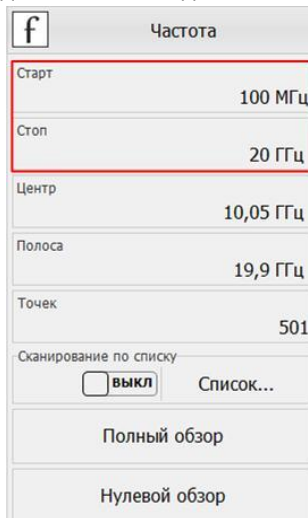

Рисунок 10. Задание частотного диапазона измерения.
6. В панели управления «**Частота**» задать частотный диапазон измерения (100 МГц ...20 ГГц), рис. 10.